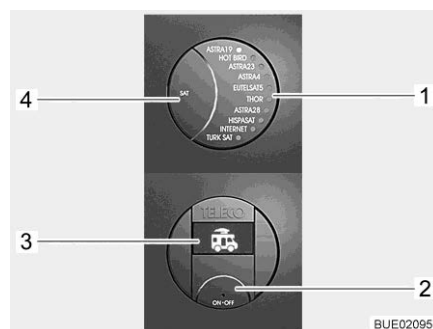

Fig. 59 Panneau de commande (TeleSat)
- Appuyer sur la touche Marche/Arrêt (Fig. 59,2). L'indicateur DEL du satellite choisi (Fig. 59,1) et l'éclairage d'arrière-plan des touches sont allumés. À l'écran (Fig. 59,3) apparaît le symbole du véhicule avec antenne rentrée.
- Appuyer de nouveau sur la touche Marche/Arrêt (Fig. 59,2). Le système de réception est en fonction. Quand l'antenne était rentrée, elle sort maintenant en position de fonctionnement.
Attendre quelques secondes quand la DEL du satellite désiré (Fig. 59,1) clignote déjà. L'antenne s'oriente automatiquement sur ce satellite (la dernière position du satellite est enregistrée après la mise hors tension). Quand le système de réception a trouvé le satellite, la DEL (Fig. 59,1) reste allumée et "SAT OK" est affiché à l'écran (Fig. 59,3).
- Appuyer sur la touche SAT (Fig. 59,4) jusqu'à ce que la DEL (Fig. 59,1) indique le satellite désiré. L'antenne s'oriente automatiquement sur ce satellite.
Quand le système de réception a trouvé le satellite, la DEL (Fig. 59,1) reste allumée et "SAT OK" est affiché à l'écran (Fig. 59,3).
- Appuyer sur la touche Marche/Arrêt (Fig. 59,2). L'indicateur DEL du satellite choisi (Fig. 59,1) et l'éclairage d'arrière-plan des touches sont allumés. Le satellite actuellement choisi est indiqué à l'écran (Fig. 59,3).
- Appuyer de nouveau sur la touche Marche/Arrêt (Fig. 59,2). L'antenne rentre. Le symbole du véhicule avec antenne rentrée est visualisé à l'écran quand l'antenne est entièrement rentrée. Le système de réception passe dans le mode de veille au bout de quelques secondes.